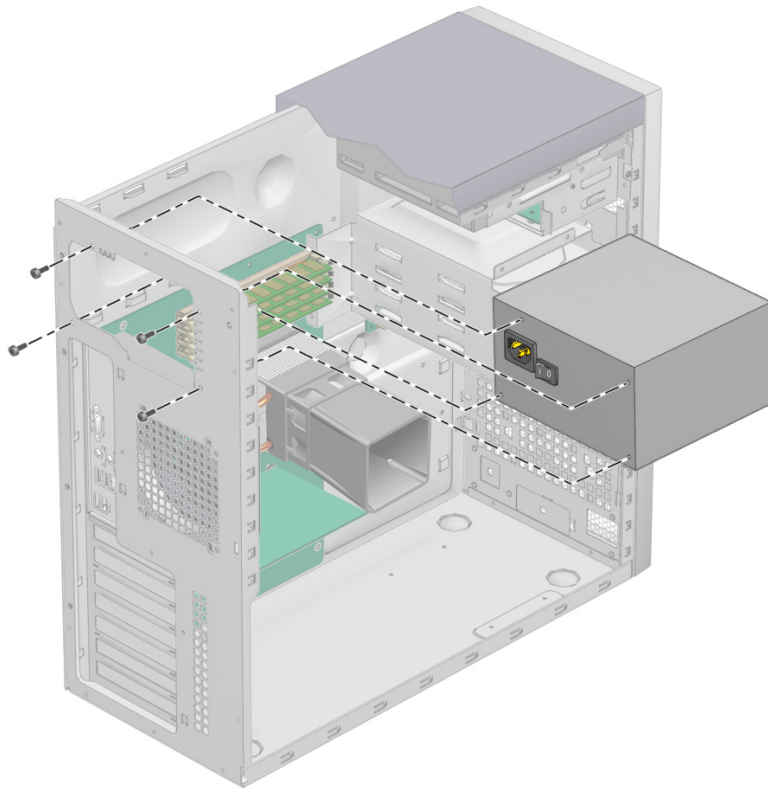

图 4-29 将电源安装到机箱内
4. 找到要安装电源的位置，并将电源放入机箱内（参见图 4-29）。